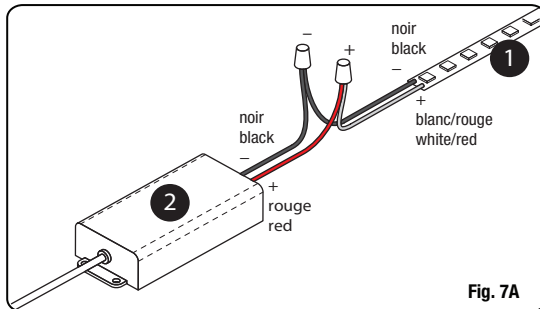
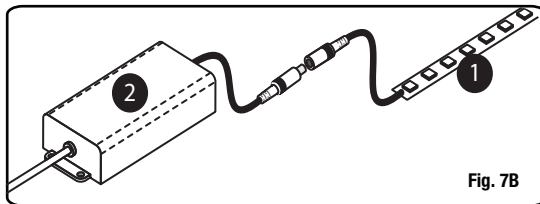
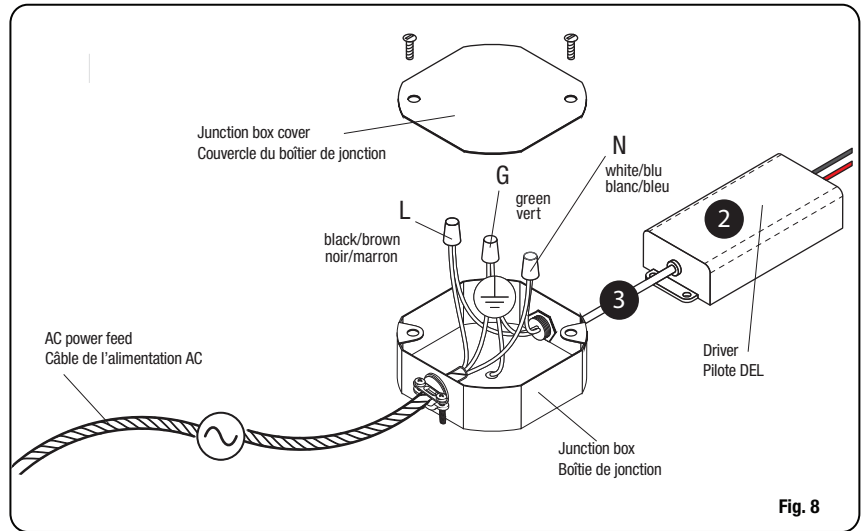

Fig. 7A
Fig. 7B
Fig. 8
3. Make electrical connections (Fig. 7A, Fig. 7B, Fig. 8 and Fig. 9).
3. Effectuer les connexions électriques (Fig. 7A, Fig. 7B, Fig. 8 and Fig. 9).
HARDWIRE CONNECTION (Fig. 7A).
PLUG-IN CONNECTION WITH DC PLUG (Fig. 7B).
LINE VOLTAGE CONNECTION (Fig. 8).
CONNEXION À RACCORDEMENT FIXE (Fig. 7A).
BRANCHEMENT DIRECT AVEC FICHE DC (Fig. 7B).
CONNEXION À LA TENSION DE LIGNE / LINE VOLTAGE CONNECTION (Fig. 8).